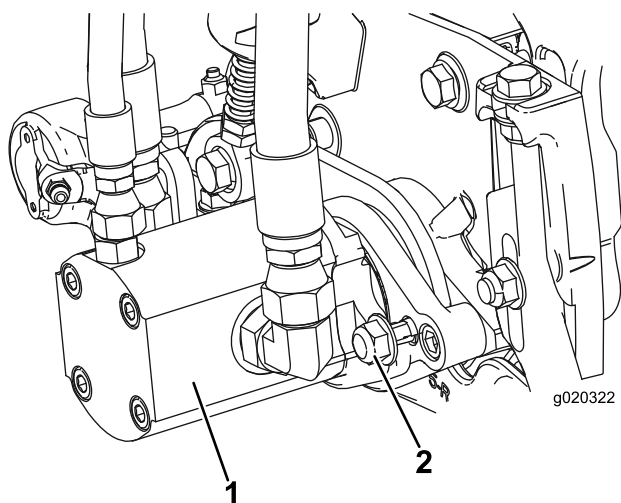

Figura 13
- Montate il motore ruotandolo in senso orario in modo che le flange del motore non tocchino i dadi di bloccaggio (Figura 13). Ruotate il motore in senso antiorario, finché le flange non circondano i dadi, poi serrate i dadi.